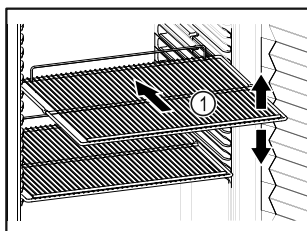

Fig. 57 Példaként szolgáló ábrázolás
- Ha a tároló rácsok Fig. 57 (1) áthelyezhetők, akkor igazítsa be őket a kívánt magasságnak megfelelően.